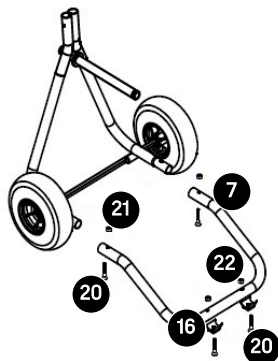

fig. 3
3. Connectez le support avant (n° 7) aux cadres de patte et fixez au moyen de 2 boulons M6 x 40 (n° 20) et 2 contre-écrous M6 (n° 21). Attachez les pieds en caoutchouc (n° 16) au support avant et fixez au moyen de 2 boulons M6 x 40 (n° 20) et 2 écrous M6 (n° 22). Consultez la fig. 3.